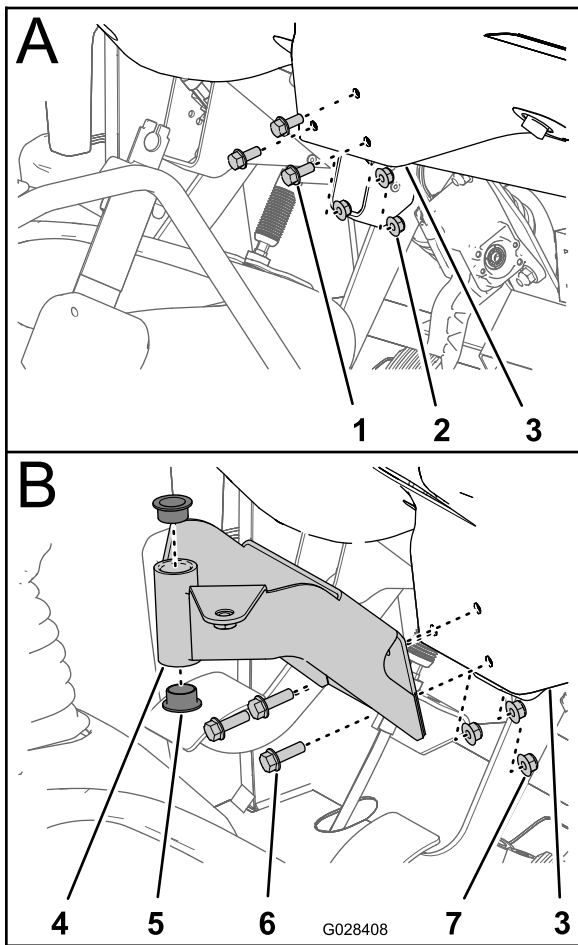

Figura 18
- Retire los 3 pernos y 3 tuercas que sujetan la parte inferior central del salpicadero al soporte de sujeción del salpicadero (Figura 18).
2. Alinee los taladros del soporte de montaje de la consola de control con los taladros del salpicadero y del soporte de montaje (Figura 18).
4. Apriete las tuercas y pernos con un par de (Figura 18).
5. Inserte los 2 casquillos de plástico en el soporte de montaje (Figura 18).